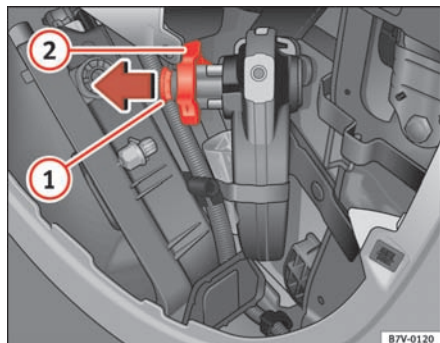

Fig. 135 Placering af anhængertræk
- Lås låsen op ved at dreje nøglen ⇒ fig. 135 ① med uret.
- Træk håndhjulet ② helt ud i pilens retning, og drej det helt med uret.